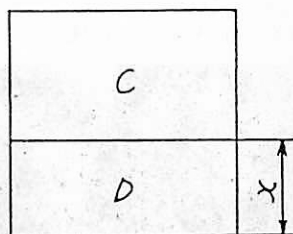

図3
②前板と後ろ板のけがきがちょっと複雑で図3の前板Xの寸法は、横板の前の部分より12ミリ低くします。標準的な寸法は95~96ミリくらいですが、横板の出来具合によって変わってきますので、ここはちょっと時間をかけました。Cが後ろ板、Dが前板になります。